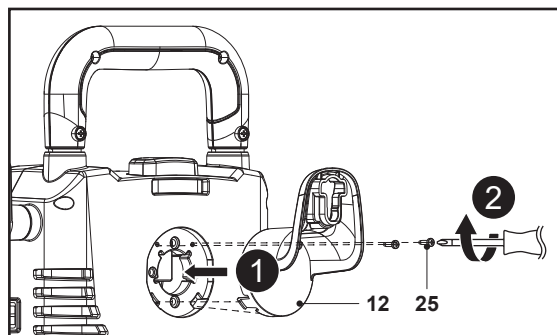

Fig. 2a
2. Insira os dois grampos do suporte da mangueira de pressão (12) nas ranhuras do respetivo apoio e alinhe os orifícios de montagem nas mesmas e, em seguida, utilize uma chave de parafusos de cabeça cruzada adequada (não fornecida) para fixar a ligação com os dois parafusos (ST3,5 x 13) (25) (Fig. 2a).